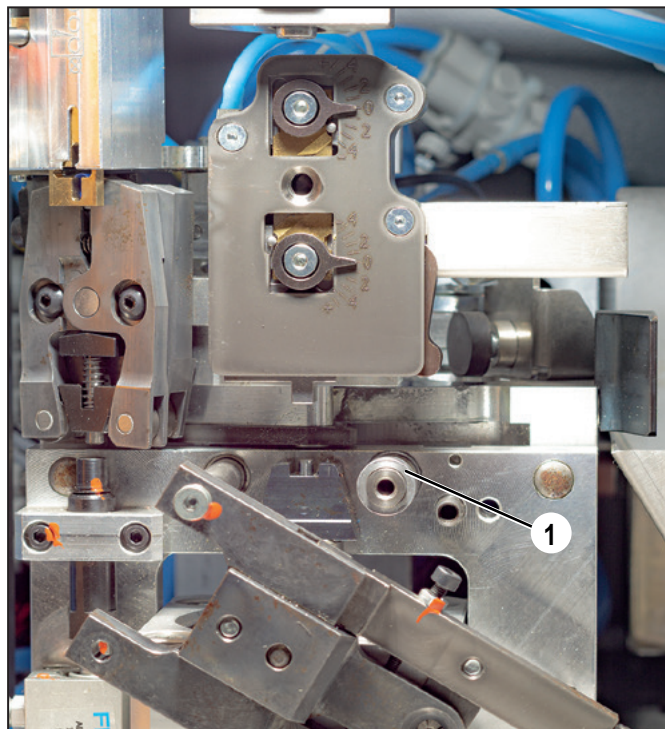

Figure 7.5 Unitatea de fixare a cablului torsadat, detașată
- ▶ Verificați dacă rolele (1) de pe unitatea de sertizare se pot mișca liber.
- ▶ Verificați dacă rolele (2) de pe cleștele pentru susținerea ferulei se pot mișca liber.
- ▶ Lubrifiați știftul de ghidare (3) al unității de susținere a ferulei.
- ▶ Lubrifiați suprafețele laterale (4) ale unității de susținere a ferulei.
- Reintroduceți unitatea de fixare a toronului și asigurați-vă că bucșa de distanțiere (Figure 7.5, 1) este prezentă pe arborele din partea dreaptă.